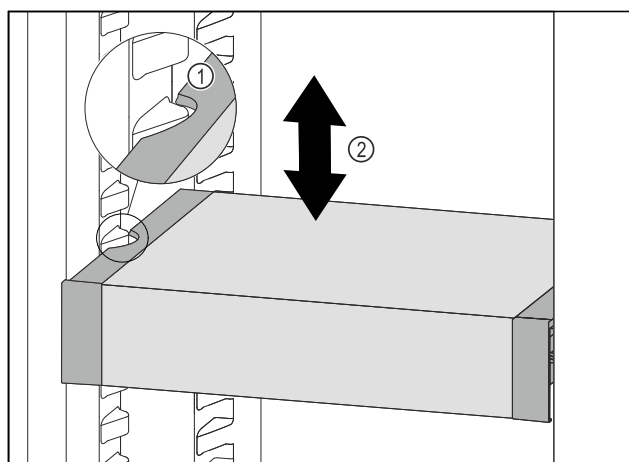

Fig. 110
- Dra VarioSafe framåt tills sidofördjupningarna på VarioSafe är i samma nivå som behållarlisterna i kyldelen. Fig. 110 (1)
- Förflytta VarioSafe uppåt eller nedåt i kyldelen tills önskad höjd har uppnåtts. Fig. 110 (2)